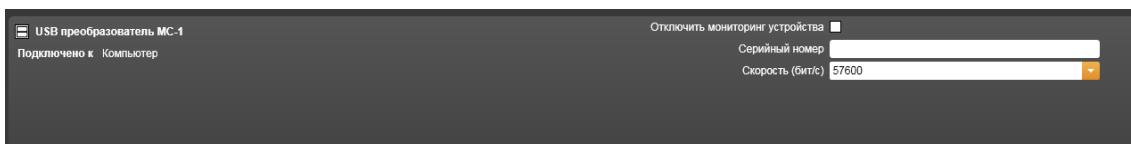

Рисунок 14.3.41 – Свойства устройства USB преобразователь МС-1
2) USB преобразователь МС-1 (Рисунок 14.3.41).